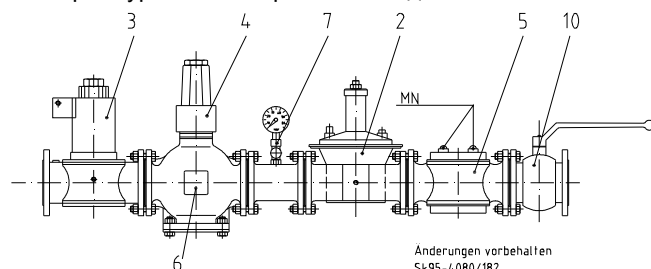

Рис. 4: Описание:
- Давление газа (Давление в форсунке) - винт регулятора давления газа ① (здесь и далее см. Рис. 4)
- Объём газа 2-ой ступени - на настройке клапана ③
- Объём газа, ступень 1 - на настроечном колесе магнитного клапана ступень 1 ②
- В газоарматурной магистрали DN 65/80/100 на клапане с приводом ④ (Johnson Controls см. Рис.слева)
- Пусковой объём газа – регулировочным винтом вентиля 1 ①